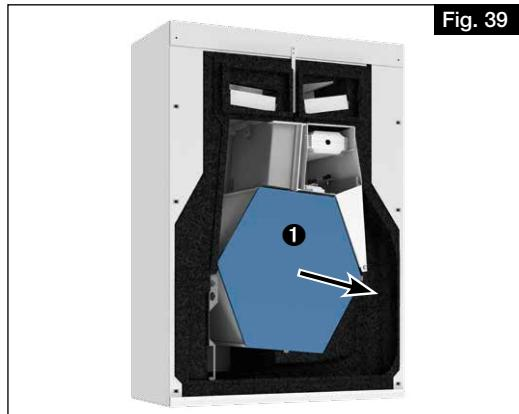

Fig. 39
3. Retirer l'échangeur à contre-courant 1 avec précaution de l'appareil (voir Fig. 39).